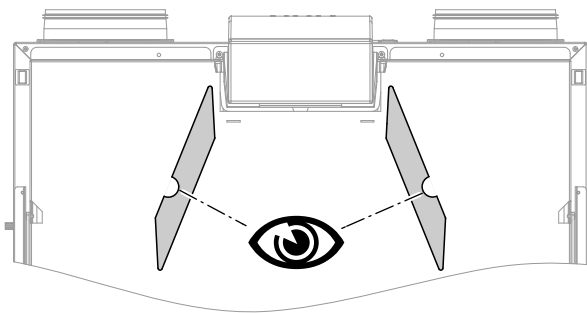

Рис. 30
3. Вставьте новые фильтры в прибор. Соблюдайте при этом монтажное положение: см. рис. 30.